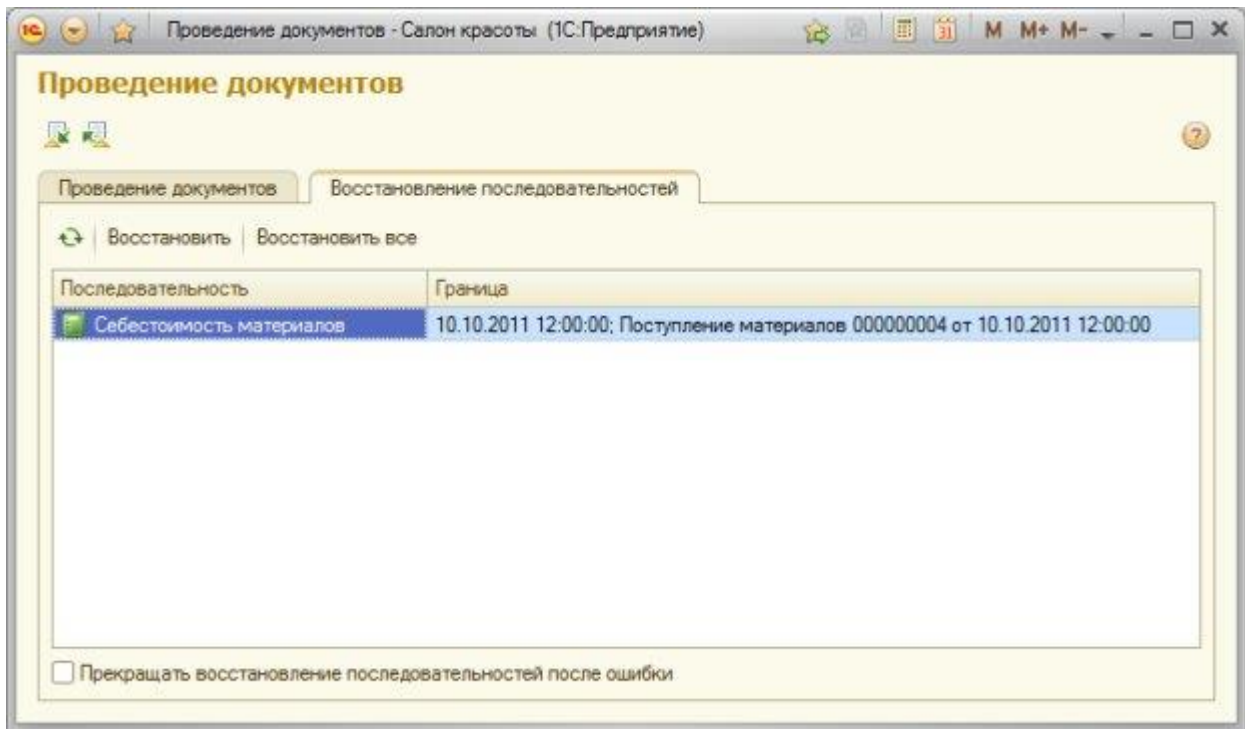

Рисунок 17.7. Перемещение границы последовательности при вводе документа в прошлом периоде
13. Здесь мы видим, что граница последовательности установлена на документ **Реализация материалов** от 13.10.2011. Введем документ **ПоступлениеМатериалов**, например, от 10.10.2011. Это приведет к такому состоянию последовательности, Рисунок 17.7.